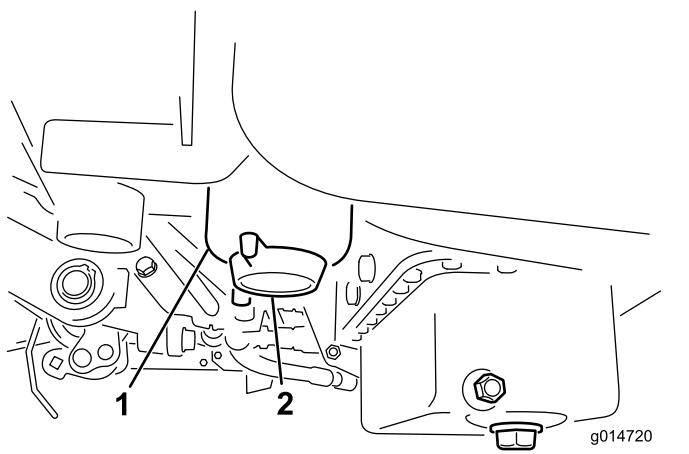

Bild 32
2. Reinigen Sie den Anbaubereich der Filterglocke (Bild 32).
4. Öffnen Sie die Filterablassschraube (Bild 32).